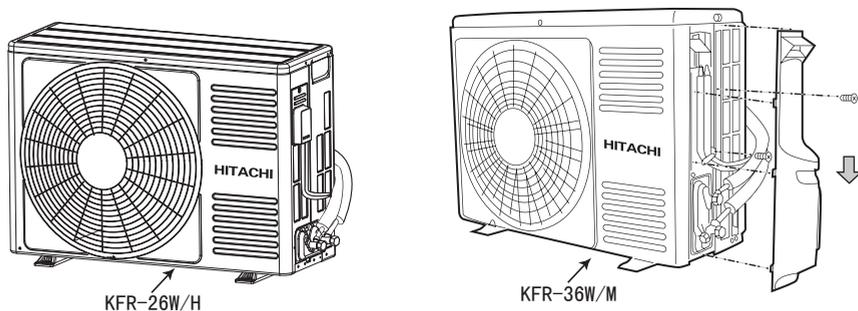

图21
- (1) 将右侧板上边盖拆开。(KFR-26W/H除外) (图21)
- (2) 将截止阀的纳嘴与密封帽拆开。